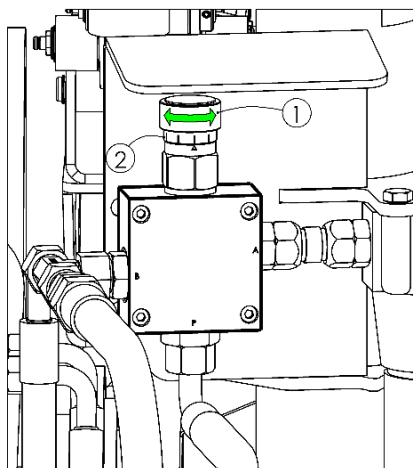

Рис. 33. Регулятор расхода
Регулятор расхода (**рис.33**) расположен на передней опоре обмоточного модуля (**рис.3** - поз. 18) и используется для ограничения объемного расхода масла на линии подачи обмотчика А и сброса избыточного количества масла на линию слива В. Регулировка производится поворотом ручки (1), а диапазон регулировки шкалы (2) находится в диапазоне от 0 до 10, где 0 соответствует полной блокировке потока на линию питания, а 10 – скорости потока на уровне около 50 л/мин. Рекомендуется установить регулятор в диапазоне от 7 до 10 на шкале.